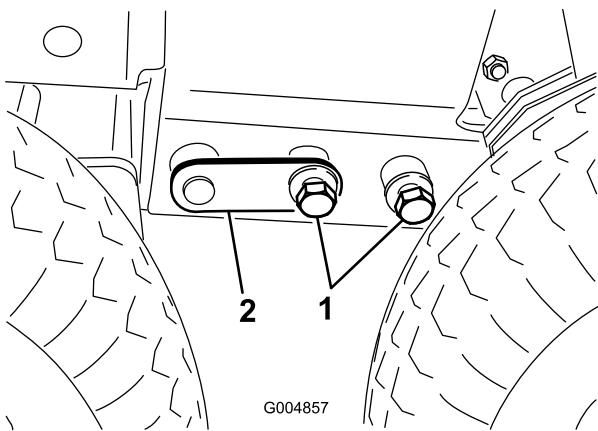

Figura 21
8. Ajuste el gato o balancee la cabina con las manos, según sea necesario, para instalar los pernos (3/4 pulgada) en cada lado (Figura 21). Apriete los pernos a 265 pies-libra (359 N·m).